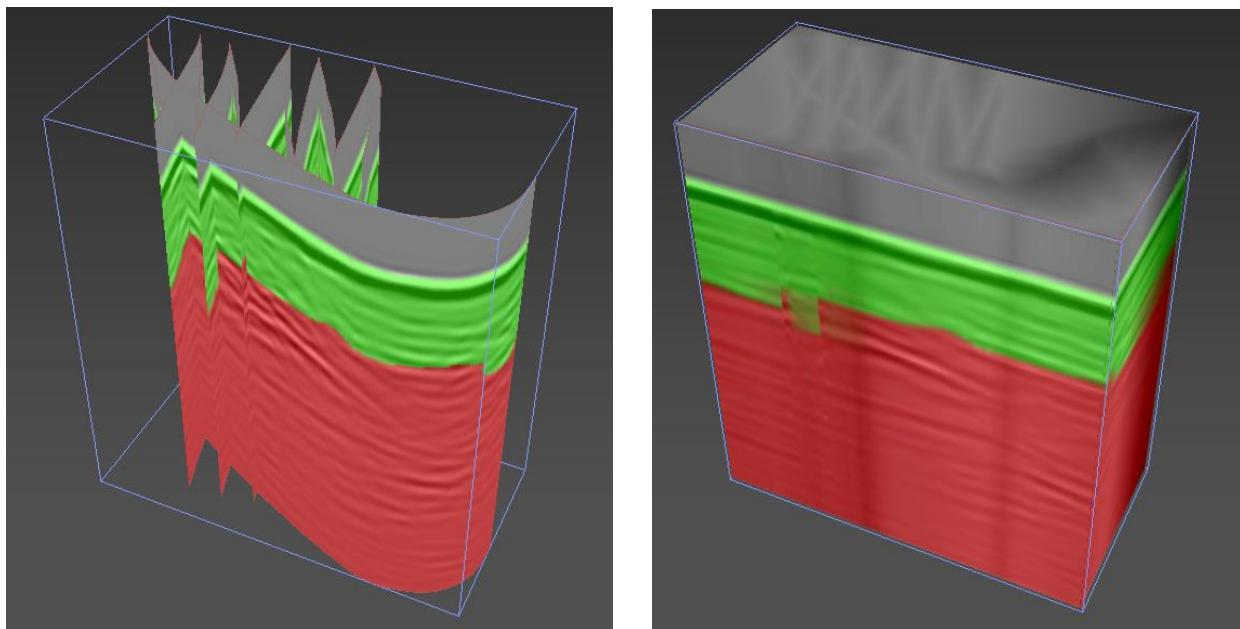

Рис. 4.20 - Ограничительный куб
- позволяет аппроксимировать загруженные данные до границ ограничительного куба (Рис. 4.20).